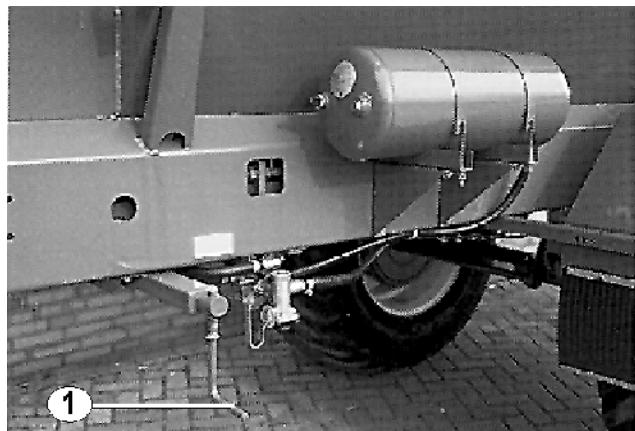

Рис. 14
- Кривошипную рукоятку (Рис. 14), расположенную сбоку на раме, проворачивайте против часовой стрелки до упора.
- Отпустите стояночный тормоз (Рис. 14/1):